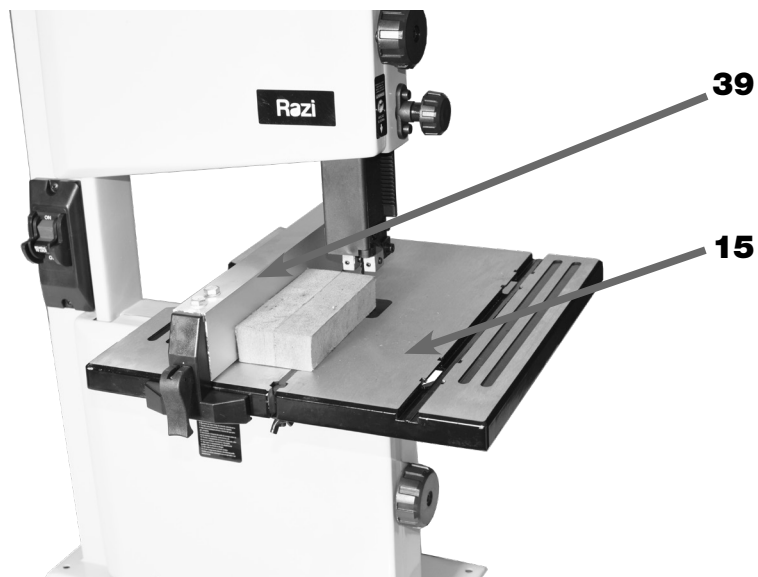

FIGURA 06 – Conjunto da Guia de Corte Linear
- Conjunto da Guia de Corte Linear (39) – figura 06;